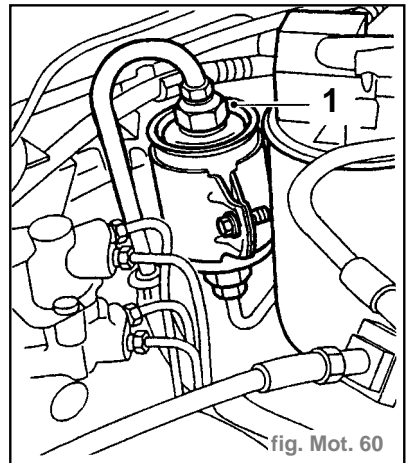

fig. Mot. 60
- lecteur d'admission et débrancher le tuyau (4).
- Desserrer le raccord (1) union de sortie du filtre de carburant pour relâcher la pression de carburant (fig. Mot. 60).